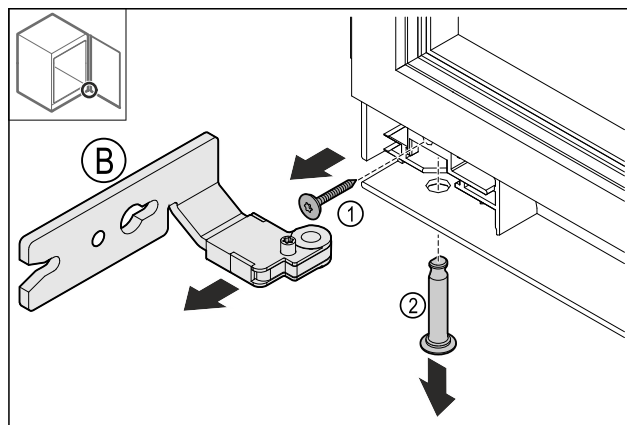

Fig. 16
- Rimuovere la vite Fig. 16 (1).
- Rimuovere i bulloni Fig. 16 (2).
- Rimuovere la cerniera Fig. 16 (B).